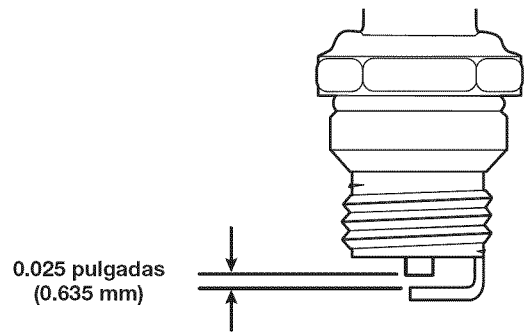

Fig. 46
7. Use un calibrador de hoja para ajustar abertura de la bujía a **0.025 pulgadas (0.635 mm)** (Fig. 46).